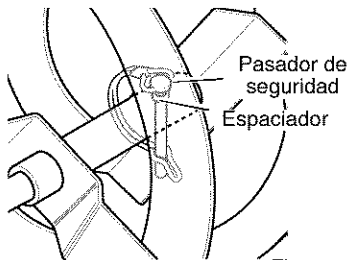

Figura 77
3. Alinee el agujero de la barrena con el agujero del eje de la barrena. Instale el nuevo **pasador de seguridad y espaciador**. Vea la Figura 77.